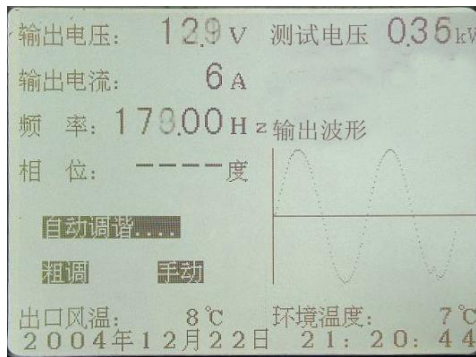

图 25 PY3520 变频电源装置自动调谐显示
8.1.2 自动调谐由一个独立的按钮来完成，当启动系统后，按动“自动调谐”按钮，系统将自动升压到一个初始电压后，按照频率值从低到高以 1Hz 为单位扫描，在谐振频率点附件细调寻找精确的谐振点。屏幕显示图 25 所示。